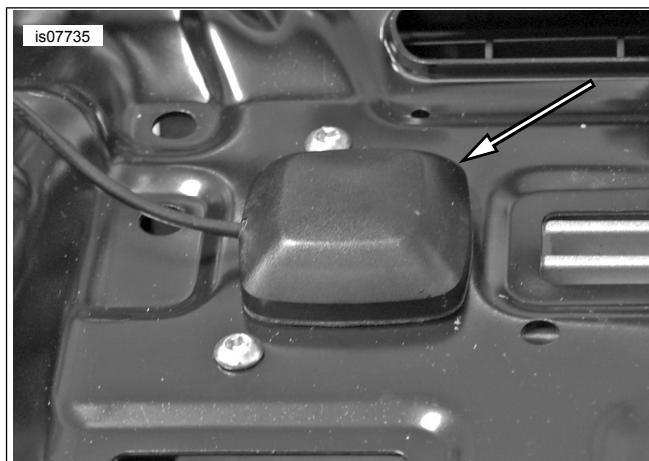

Figura 3. Remoção das antenas
8. Veja a figura 3. Se equipadas, retire as antenas XM/NAV do suporte de apoio do rádio e coloque-as de lado.